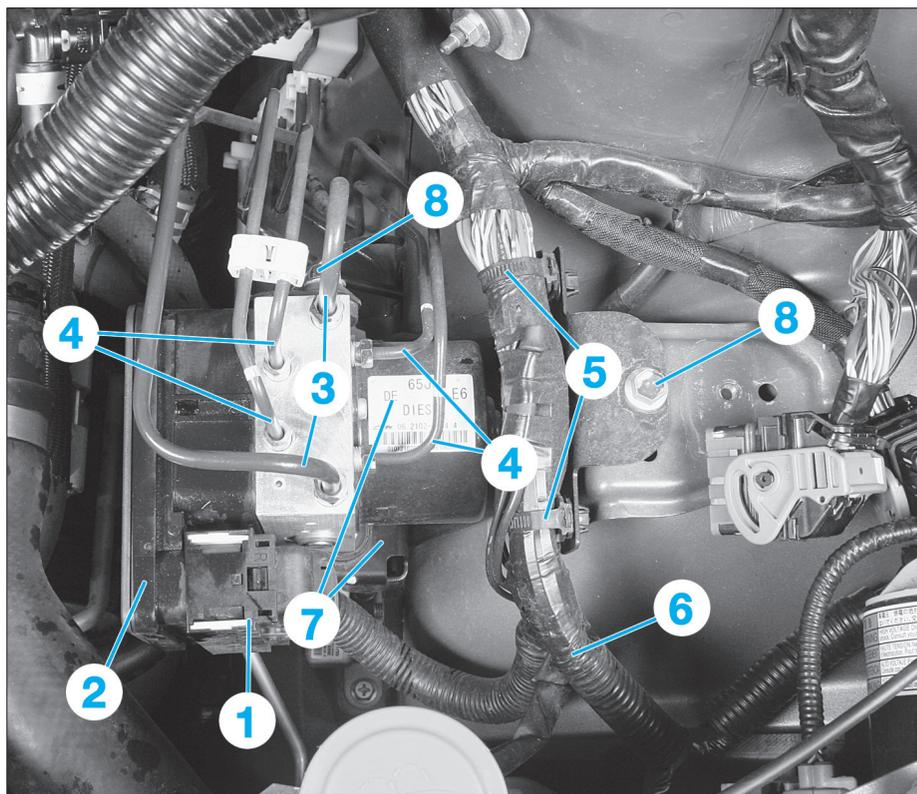

FIG. 31
- Débrancher le connecteur (1) du calculateur de commande (2) du groupe électrohydraulique (**Fig.31**).
- A l'aide d'une clé à détuauté, défaire les raccords de canalisations (3) du groupe électrohydraulique venant du maître-cylindre, puis les raccords de canalisations (4) asservis au système de freinage (cylindres de roue/étriers).